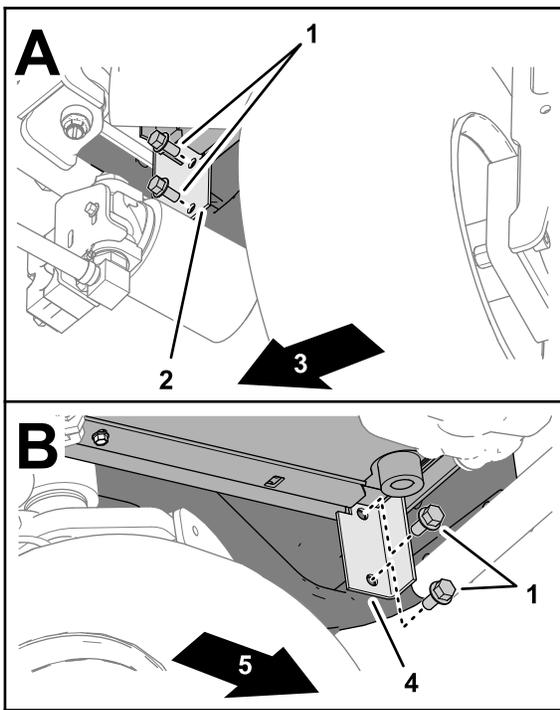

图28
1. 在散热器的前下角用在 从机器上取下散热器 (页码 9) 中卸下的 2 个凸缘平头螺丝 $\frac{3}{8} \times \frac{3}{4}$ 英寸将散热器支架松松地安装到机器的后铸造件 图28。
2. 在机器的另一面用 2 个凸缘平头螺丝 $\frac{3}{8}$ x $\frac{3}{4}$ 英寸将散热器支架松松地安装到后铸造件图28。